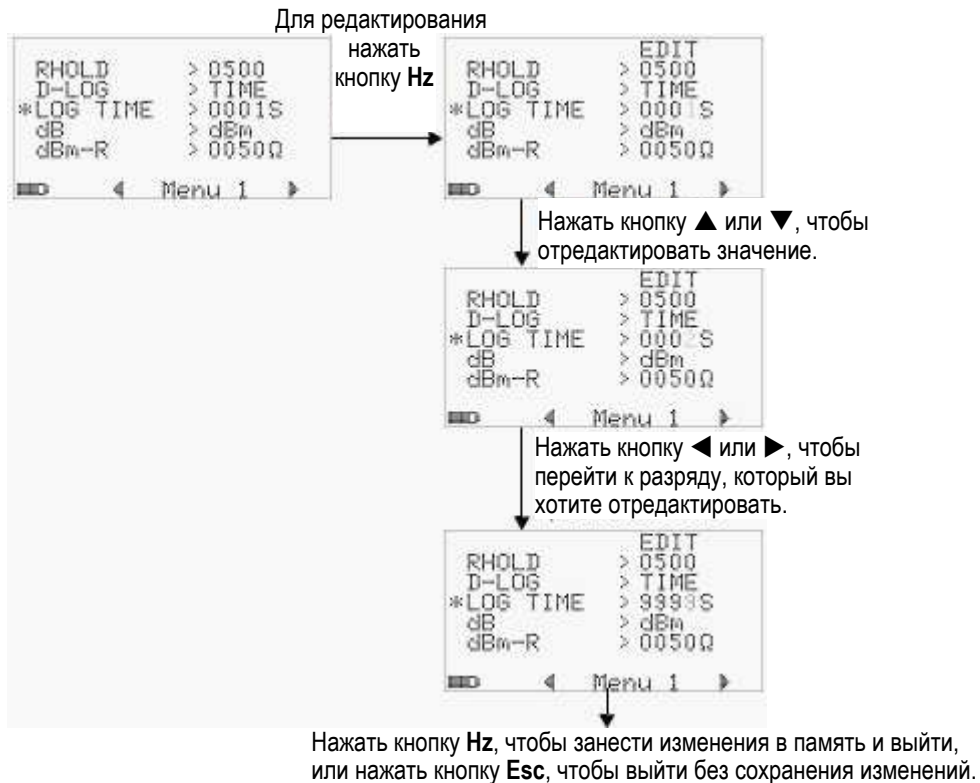

Рис. 4-4 Установка интервала периодической регистрации данных
2. Для периодической регистрации данных установите значение параметра LOG TIME в интервале от 0001 секунды до 9999 секунд (см. рис. 4-4).